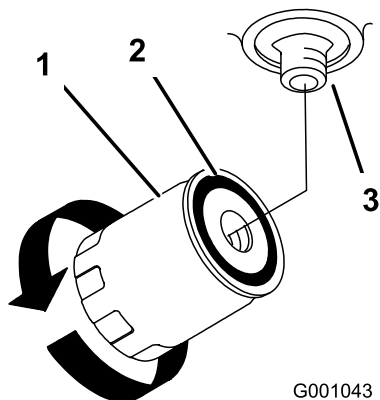

Figura 61
4. Aplique una capa fina de aceite hidráulico a la junta de goma sobre el filtro nuevo (Figura 61).
6. Llene el depósito de aceite hidráulico con aceite hidráulico hasta que éste rebose por encima del filtro, gire el filtro en el sentido de las agujas del reloj hasta que la junta de goma entre en contacto con el adaptador del filtro, luego apriete el filtro media vuelta más (Figura 61).